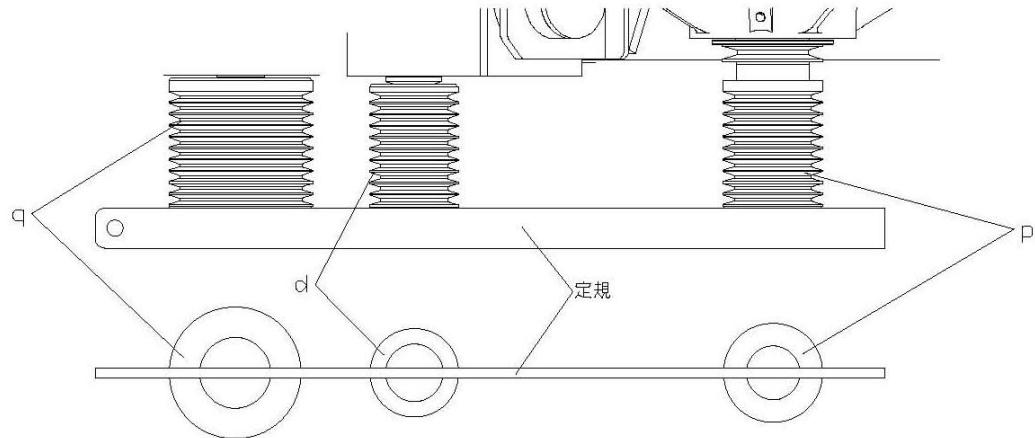

図12
10.ブレードブーリー(q)の外面を基準にメインテンションブーリー(d)・エンジンブーリー(p)の外面に定規を当て、平行と山の出入りが合うようにエンジンベース(r)を調整位置決めする。・・・図12